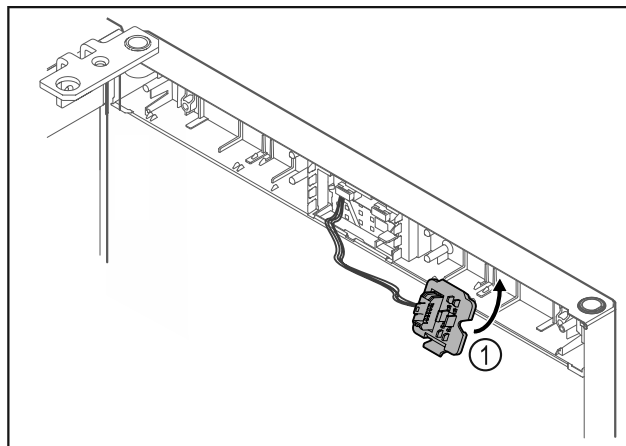

Fig. 15
- ▶ Фиксирайте държача на щекера Fig. 15 (1) от противоположната страна.